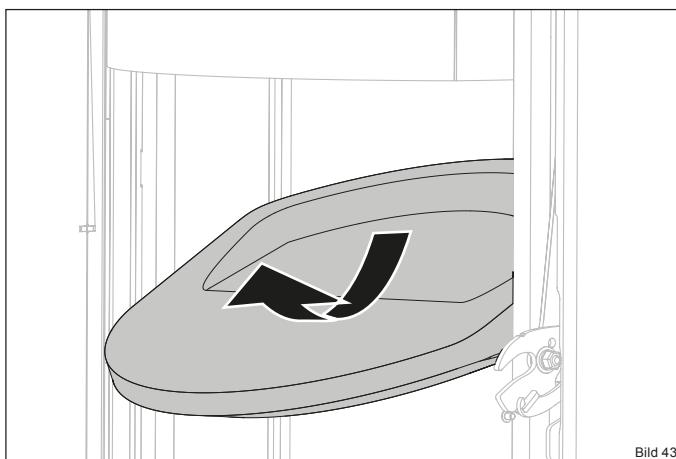

Bild 43
- Nehmen Sie den Thermostein vorsichtig, wie abgebildet, aus der Halterung (Bild 43).